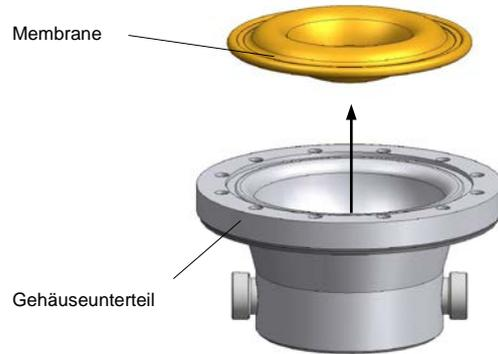

Abb. 22 Membranwechsel (Kunststoff-Ausführung)
- Membrane entnehmen (siehe Abb. 22).